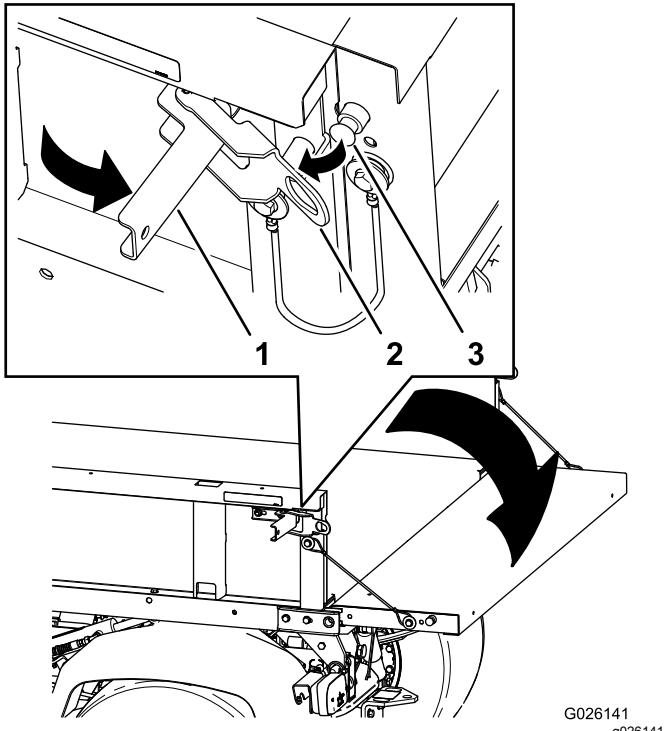

Figura 14
2. Abra los enganches de los lados izquierdo y derecho de la plataforma de carga, y baje el portón trasero (Figura 14).